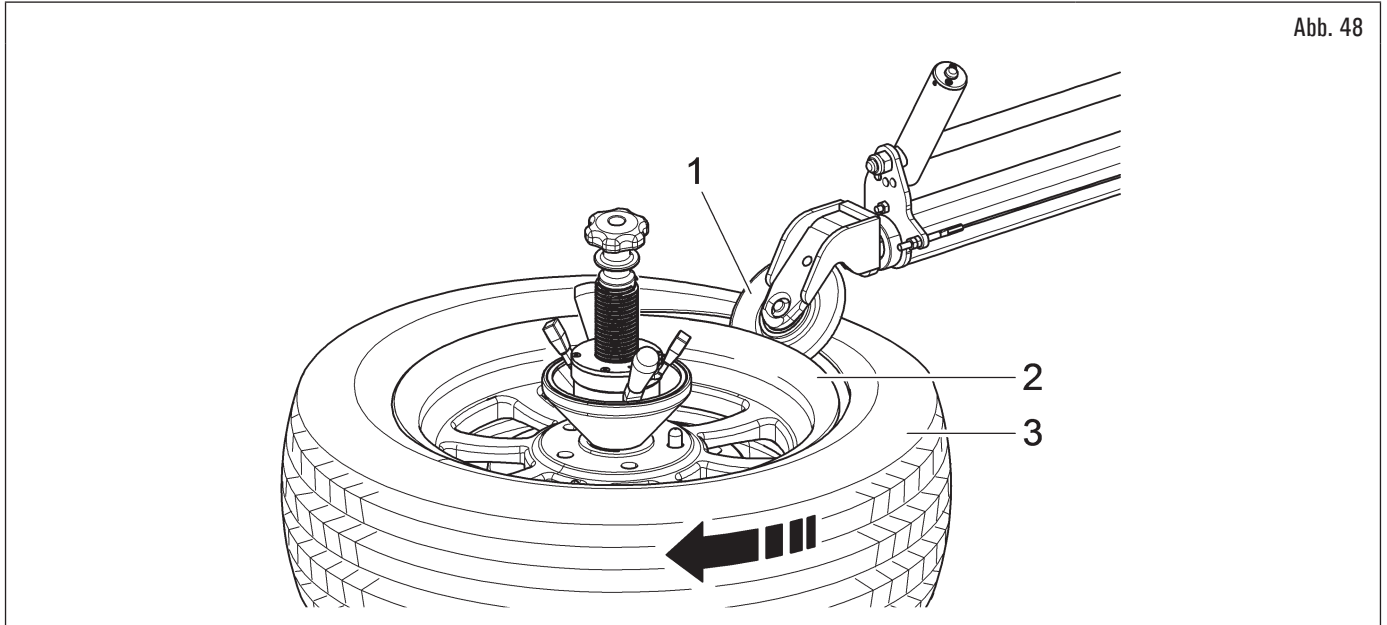

Abb. 48
6. wenn sich das Ventil etwa auf „3 Uhr“ befindet, drücken Sie die obere Abdrückrolle nach unten, bis genügend Platz geschaffen ist, um den Nocken zu aktivieren. Führen Sie dann die Rolle (Abb. 48 Pkt. 1) zwischen der Felge (Abb. 48 Pkt. 2) und dem Reifen (Abb. 48 Pkt. 3) ein;